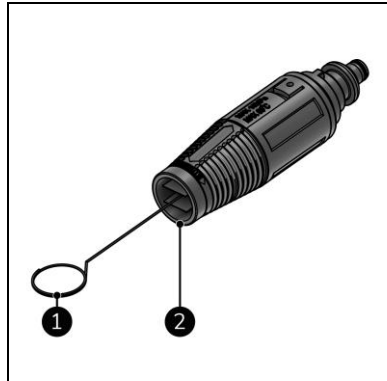

Abbildung 18
3. Entfernen Sie die Düse (Abbildung 18, Pos. 2) von der Verlängerungslanze (Abbildung 5, Pos. 2).
4. Reinigen Sie die Düse mit dem Reinigungsstift (Abbildung 18, Pos. 1).